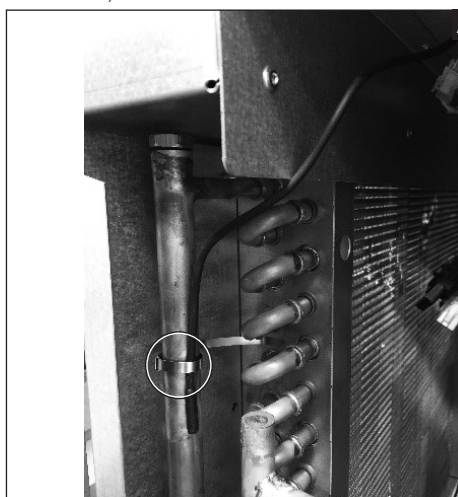

Abb.13
4. Temperaturfühler mit dem Metall-Kabelbinder (im Lieferumfang enthalten) am Wasser-Rücklauf befestigen (s. Abb. 13).